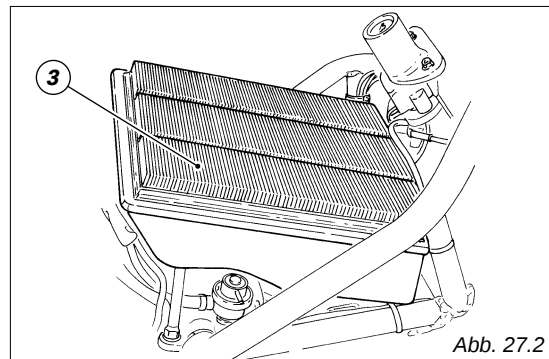

Abb. 27.2
Der Luftfilter muss in den von der Tabelle für die regelmäßigen Instandhaltungsarbeiten (siehe Garantieheft) vorgeschriebenen Zeiten ausgetauscht werden. Um an den Filterkasten gelangen zu können, muss man den Kraftstofftank anheben (Seite 38). Die Befestigungsklammern (1) des Deckels an beiden Seiten des Filterkastens aushaken, dann den Deckel (2) abnehmen. Den Filtereinsatz (3, Abb. 27.2) entfernen und austauschen.